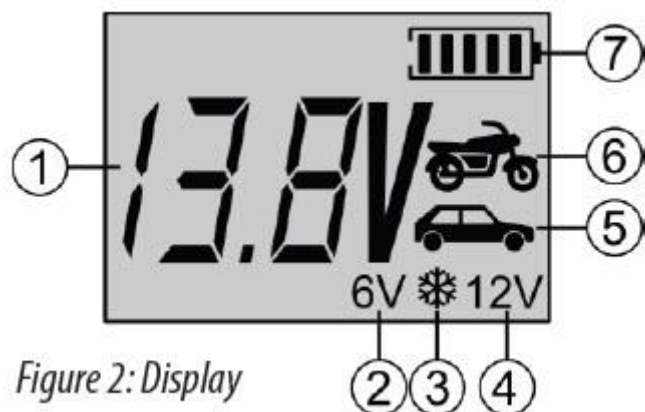

Figure 2: Display
W zależności od stanu naładowania akumulatora urządzenie dostosowuje prąd ładowania tak, aby jak najlepiej naładować podłączony akumulator. Podany maksymalny prąd ładowania jest używany tylko podczas głównej fazy ładowania. Na krótko przed osiągnięciem pełnej zdolności ładowania urządzenie przetacza się na niższy prąd ładowania. Zapewnia to delikatne i optymalne ładowanie akumulatora do pełnej pojemności. Symbol baterii (7) (Rysunek 2: Wyświetlacz) pokazany na wyświetlaczu wskazuje aktualny stan naładowania baterii.